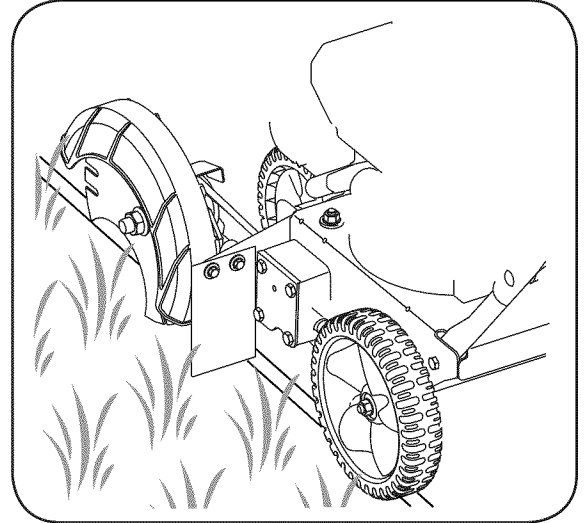

Figura 4
1. Lleve la unidad hacia el área a ser bordeada, asegurándose de que la rueda trasera izquierda se encuentre sobre una superficie dura y que la cuchilla se encuentre por encima del área a ser cortada. Vea la Figura 4.